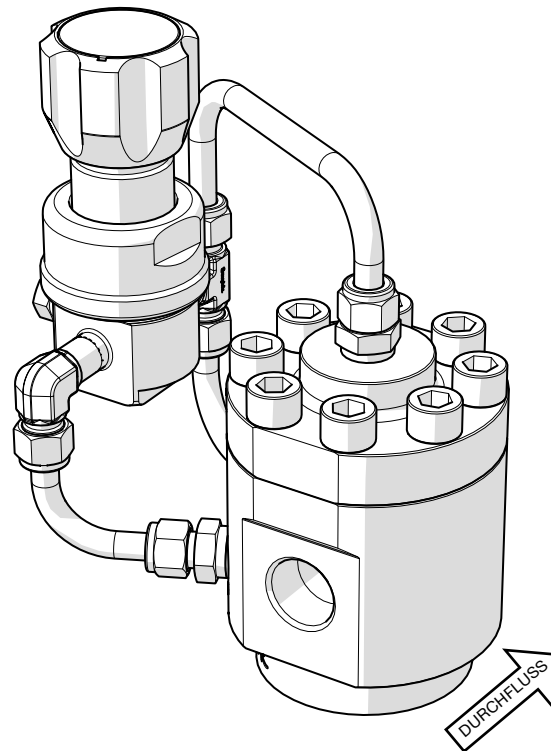
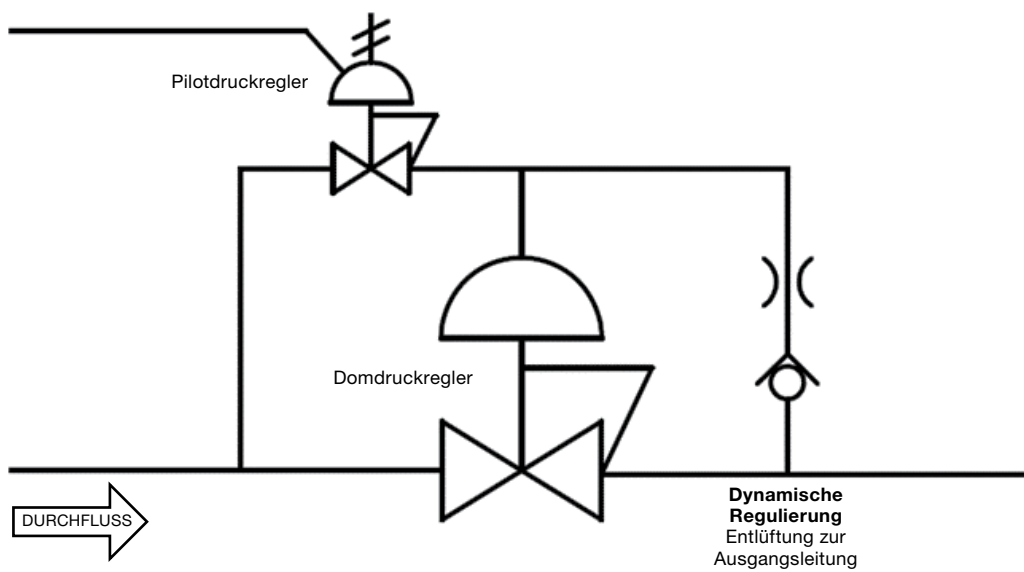
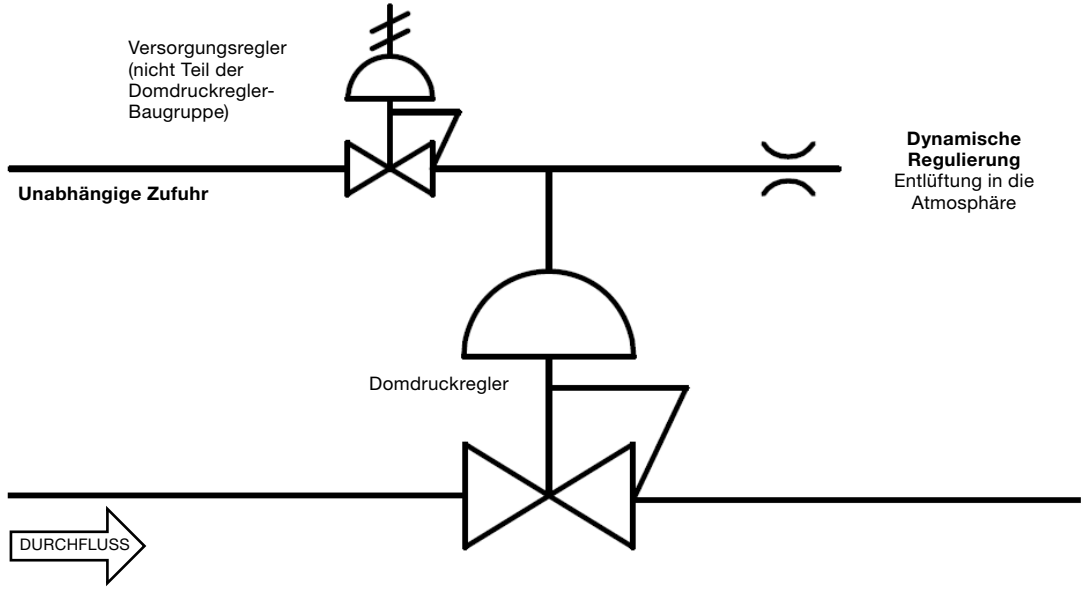

Abbildung 1
Abbildung 2
Abbildung 5
- Die bevorzugte Montageausrichtung des Druckreglers ist horizontal, so dass das Federgehäuse/der Dom nach oben zeigt, wie in Abbildung 1 zu sehen ist (siehe page 9). Andere Montagepositionen können das Risiko des Bauteilverschleißes erhöhen.
- **Integrierte Pilotsteuerung.** Bei diesem Aufbau wird der Domdruckregler mit einem Pilotdruckregler als Teil der Baugruppe geliefert (Abbildung 1). Der vom Systemdruck gespeiste Pilotdruckregler wird manuell betätigt und steuert den Domdruck (Abbildung 2). Dieser Aufbau ist nicht für Flüssigkeitsanwendungen geeignet.
- **Externe Domsteuerung** Bei diesem Aufbau wird der Domdruck von einer unabhängigen Quelle geliefert, wie z. B. einer Flasche oder einer Hauptversorgung (Abbildung 5). Dieser Aufbau ist auch für Flüssigkeitsanwendungen geeignet.
Die besten Resultate werden erzielt, wenn ständig ein geringer Durchfluss durch den Pilotdruckregler besteht. Dieser Durchfluss kann entweder entlüftet werden (Abbildung 5) oder in Gassystemen durch eine Drosselblende wieder in das nachgelagerte Rohr zurückgeführt (Abbildung 2) werden. Dies wird in der Regel als **dynamische Regelung** bezeichnet. Wenn eine dynamische Regelung nicht erwünscht ist, ist ein selbstentlüftender Pilotregler erforderlich. Dies würde dazu führen, dass Systemmedien in die Atmosphäre entlüftet werden, wenn der Einstelldruck des Reglers verringert wird.